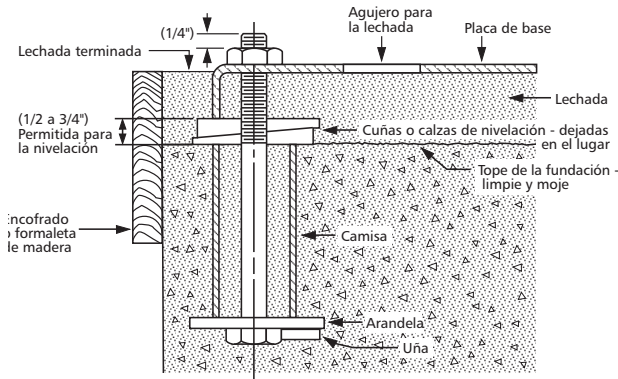

Figura 1
2.3.1. Se recomienda enlechar la plancha de asiento a un cimiento con zapata sólida. Vea la Figura 1.